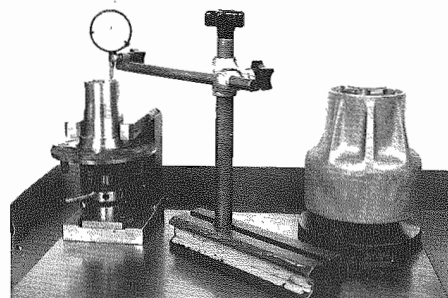

Fig. 23 - Comparatore
- Azzerare il comparatore sul mozzo (**Fig. 23**).
- Zero set dial gauge on hub (**Fig. 23**).